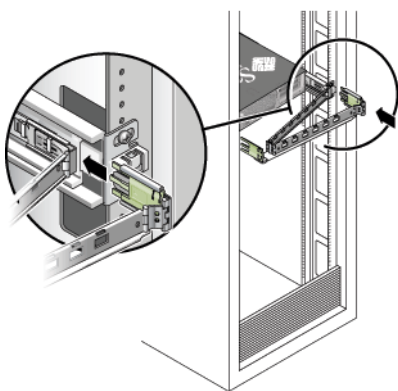

图 2-5 将 CMA 装配支架插入右侧滑轨的后部
4. 将 CMA 的装配支架连接器插入右侧的滑轨，直到连接器锁定到位，这时可以听到“咔嚓”一声（图 2-5）。